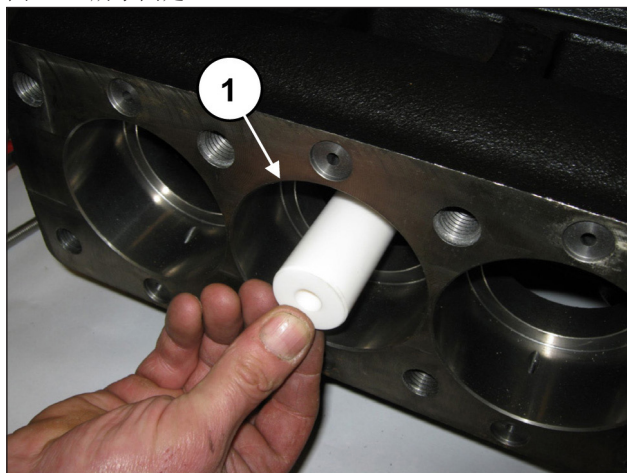
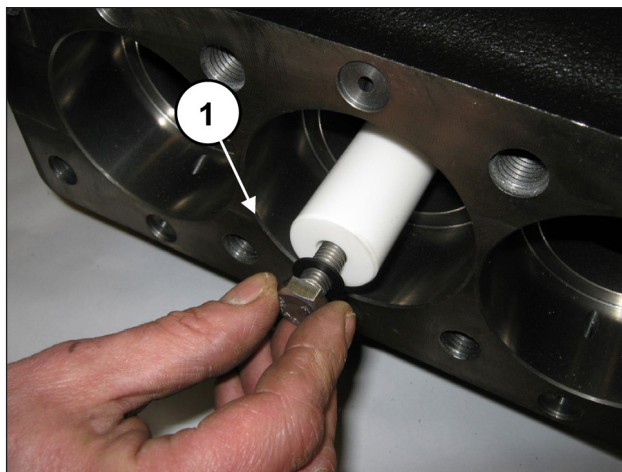

图 188
图 189
将柱塞安装在相应的导承上 (①, 图 188) 并如 ①, 图 189 所示固定。